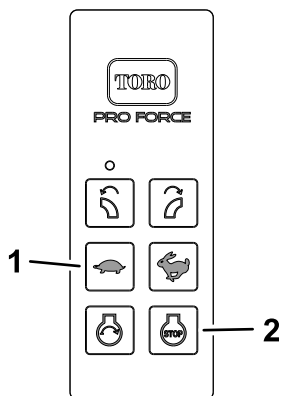

Figura 20
1. Premete il pulsante di DIMINUIZIONE DELLA VELOCITÀ DEL MOTORE (Figura 20) sul telecomando per diminuire la velocità del motore (circa 3/4 di acceleratore).
2. Premete il pulsante di ARRESTO DEL MOTORE (Figura 20).